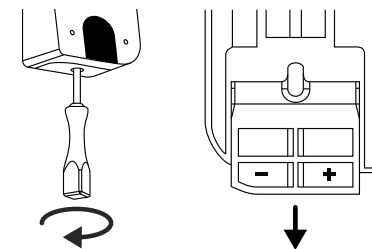

Fig. 3
- 3 Retirez la vis de la face inférieure du clavier à l'aide du tournevis Tx8 fourni et retirez le compartiment des piles vers le bas (Fig. 3).